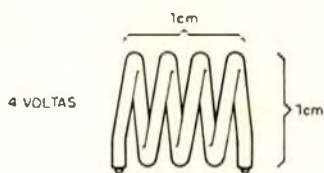

Figura 6
A bobina é um ponto crítico desta montagem, pois deve ter exatamente o número de voltas recomendado (4) e o diâmetro mostrado na figura 6.